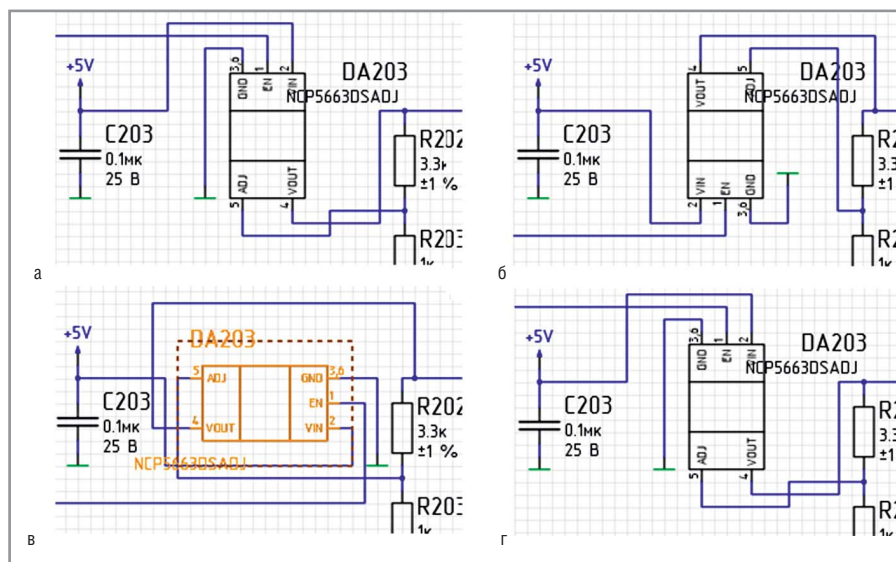

Рис. 6. Автоматический расчёт расположения проводников при повороте компонента
- все линии соединения будут проведены в соответствии с требованиями ГОСТ и по кратчайшему пути (см. рис. 6а–г).